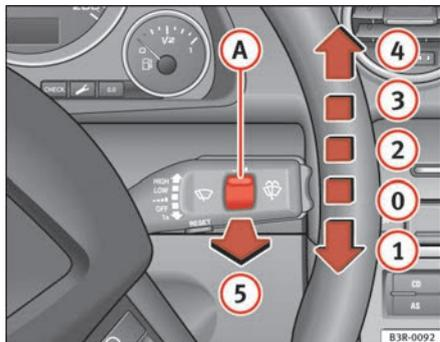

Fig. 101 Levier d'essuie-glace
Le levier d'essuie-glace ⇒ fig. 101 est doté des positions suivantes :
Les phares étant allumés, sélectionnez la fonction lavage / balayage automatique ⇒ page 133, fig. 101 ⑤ en tirant le levier pendant plus d'une seconde.